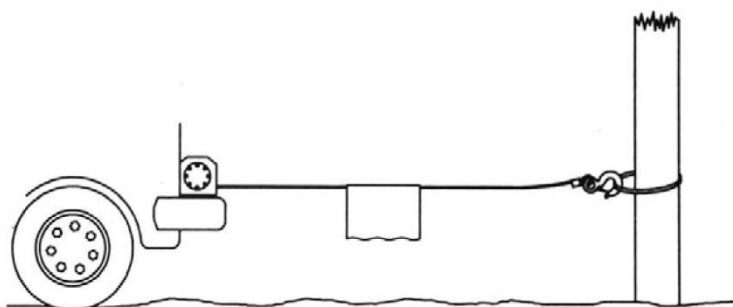

Рисунок 10.
• При перемещении груза оберните трос одеялом или брезентом («гаситель») в месте около зацепа крюка (рисунок 10). Это замедлит резкое раскручивание сломанного троса и поможет предотвратить серьезные травмы. Для защиты лобового стекла поднимите капот.